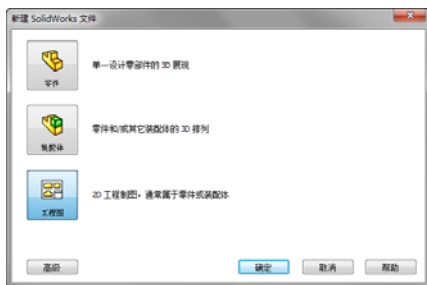

图 9-1 新建工程图
2. 在[新建 SolidWorks 文件]对话框中选择[工程图]图标, 如图 9-1 所示。